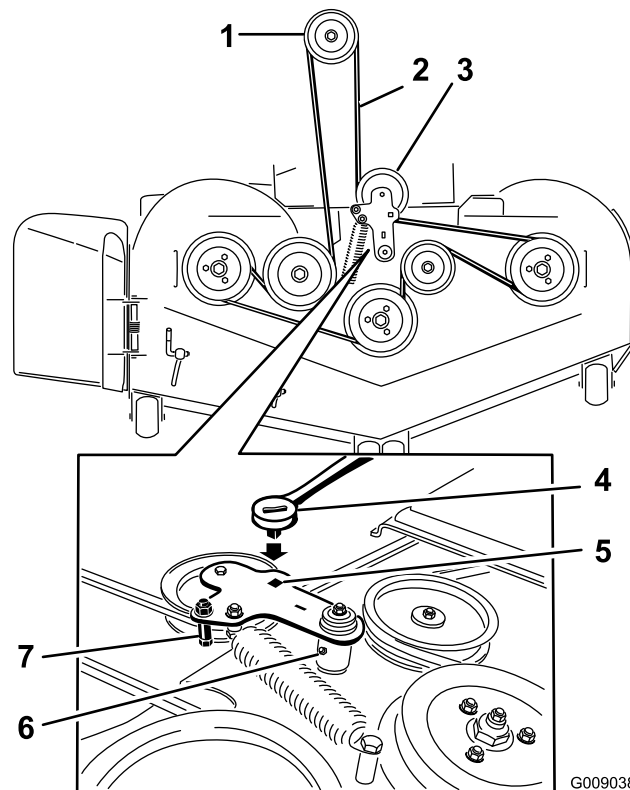

Bild 96
6. Heben Sie den Fahrzeugboden an und stecken Sie eine Ratsche in das rechteckige Loch in der Mähwerkspannscheibe (Bild 96).
7. Drehen Sie die Mähwerkspannscheibe nach rechts und entfernen Sie den Mähwerkriemen (Bild 96).